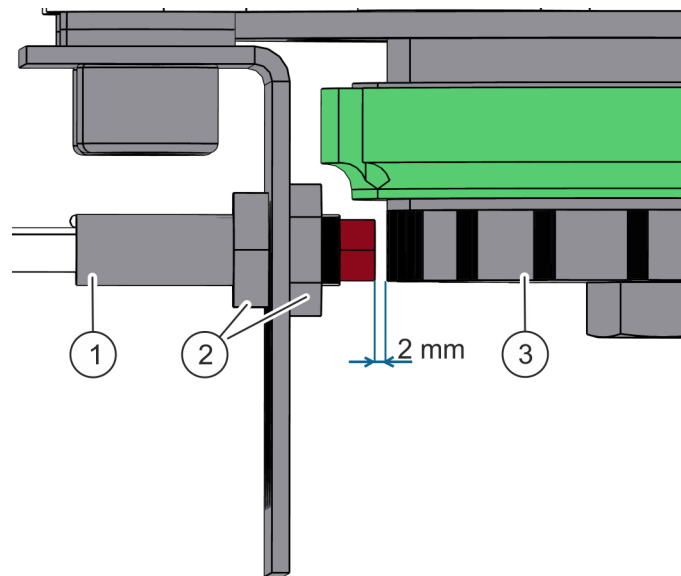

Abb. 20: Positionssensor einstellen
2. Muttern (Abb. 20/2) am Positionssensor lösen.
3. Positionssensor (Abb. 20/1) so einstellen, dass der Abstand zum Zahnrad (Abb. 20/3) maximal 2 mm beträgt.
4. Muttern am Positionssensor (Abb. 20/2) festziehen.